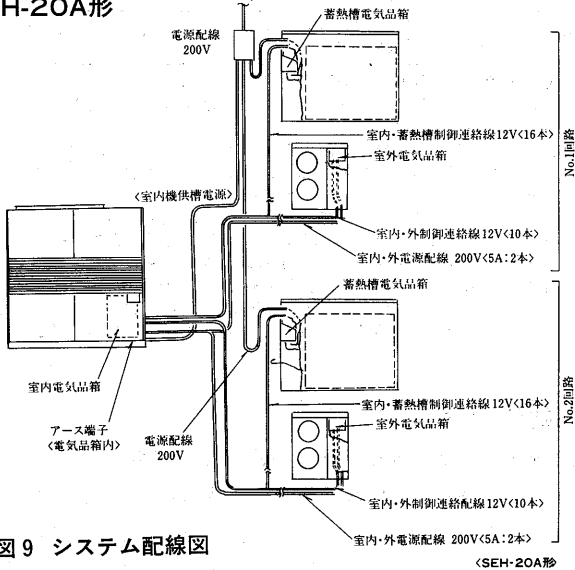
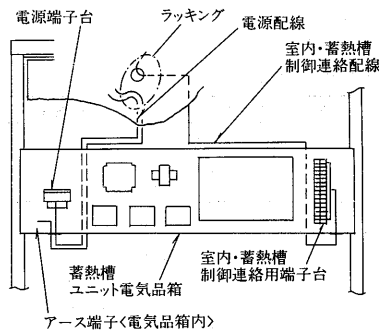

図9 システム配線図
図12 蓄熱槽ユニット配線図<SETH形>
- 室内・蓄熱槽ユニットの電気品箱の中にある端子台に図9～図12のように配線してください。なお、室内・蓄熱槽連絡線の配線接続は、各ユニットのサイドパネル貼付の電気配線図を参照してください。